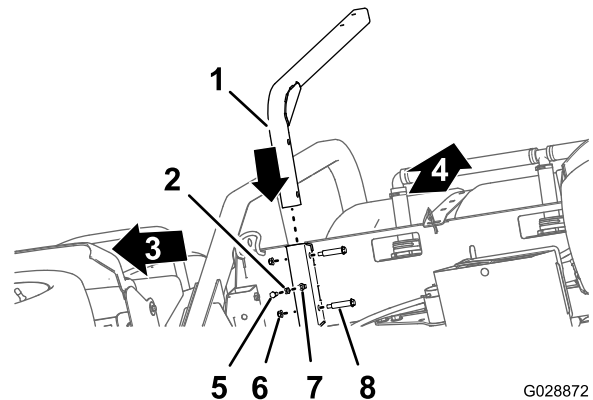

Figura 35
- Allineate il tubo di supporto per il serbatoio dell'acqua dolce con il canale di supporto del serbatoio (Figura 35).
- Allineate i fori nel tubo di supporto con i fori nel canale (Figura 35).
3. Fissate il tubo al canale (Figura 35) con 2 bulloni di spallamento e 2 dadi di bloccaggio ($\frac{3}{8}$ ").
4. Avvitate il controdado ($\frac{3}{8}$ ") nel bullone ($\frac{3}{8}$ " x 1"); fate riferimento a Figura 35.
5. Avvitate il bullone e il controdado nel dado saldato sulla parte inferiore del canale di supporto del serbatoio e serrate il bullone e il controdado (Figura 35).